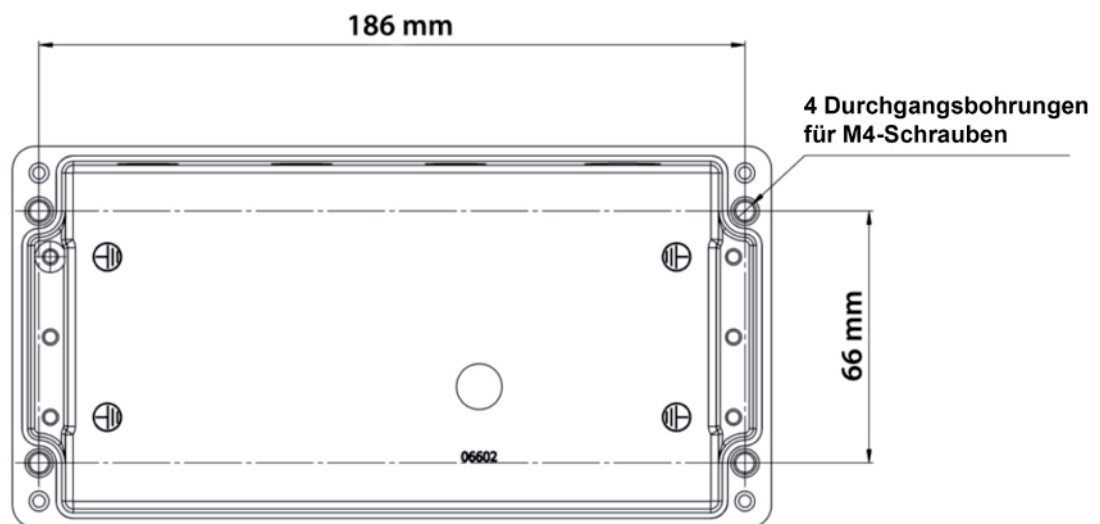

Abb. 6: Steuereinheit – Bohrschablone
1. Lösen Sie die 4 Schrauben des Gehäusedeckels, und öffnen Sie vorsichtig den Deckel. Nun kommen vier tief versenkte Montagebohrungen zum Vorschein (je eine in jeder Ecke, siehe ABBILDUNG 6 oben).